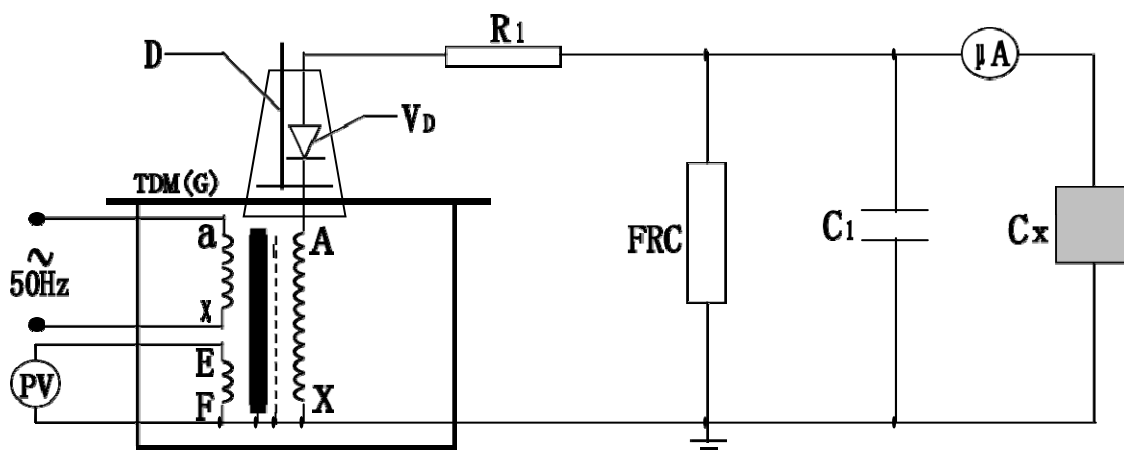

图 7：高压直流泄露试验接线图
- 2、YDJ-ADT 试验变压器在做被试品的直流耐压或泄露试验时接线原理图如图 7。
注：此试验应先抽出短路杆“D”，图 7 中所示。